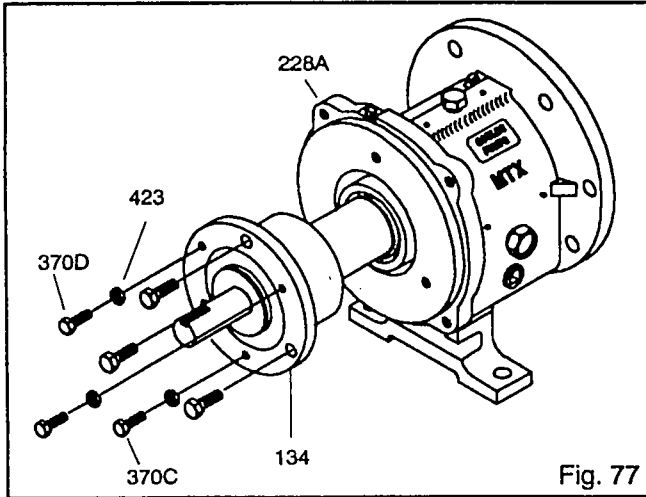

Fig. 77
13. Coat outside of bearing housing (134) with oil (Fig. 77).
16. Install clamping bolts (370C) into bearing housing (134). Hand tighten.
17. Ввернуть контрольные болты (370D) с контргайками (423) в подшипниковый корпус (134). Затянуть вручную.